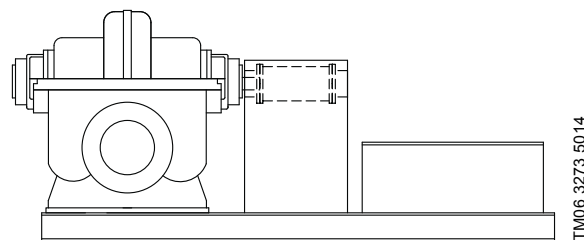

Рис. 4 Насос со свободным концом вала и общей рамой-основанием
2. Насос со свободным концом вала, и с общей рамой-основанием. См. рис. 4.